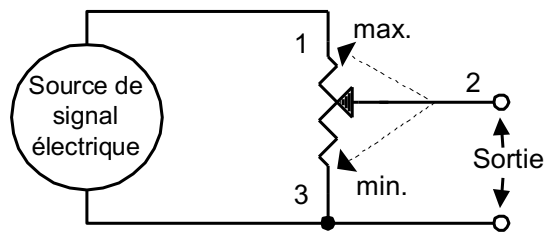

Figure 6-7
Un potentiomètre est, en fait, un diviseur de tension réglable. La résistance totale du diviseur est la résistance fixe du potentiomètre. On trouve la tension de sortie entre le curseur (2) et l'une des extrémités du potentiomètre (3); cette portion n'étant qu'une partie de sa résistance fixe. Quand le curseur est en haut (position max. à la Figure 6-7), on retrouve tout le signal de la source à la sortie. Quand le curseur est en bas (position min. à la Figure 6-7), on ne retrouve plus aucun signal à la sortie.